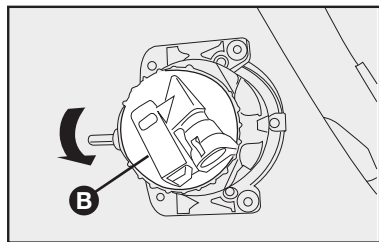

fig. 30
2) girar a tampa **B-fig. 30** no sentido anti-horário;